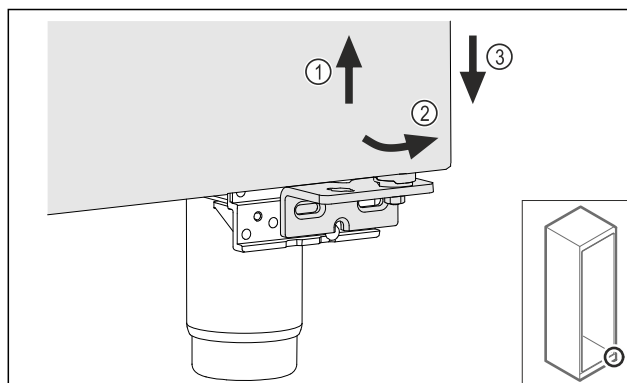

Fig. 21
- ▶ Tõstke ust veidi üles Fig. 21 (1), kallutage all ettepoole Fig. 21 (2) ja langetage Fig. 21 (3).